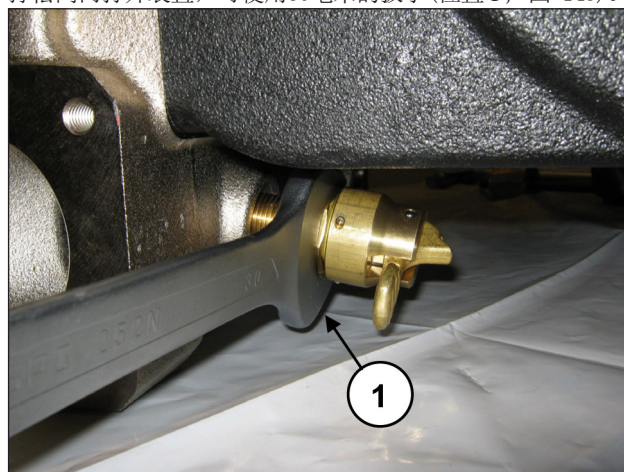

图 145
拧松阀门打开装置, 可使用30毫米的扳手(位置①, 图 145)。